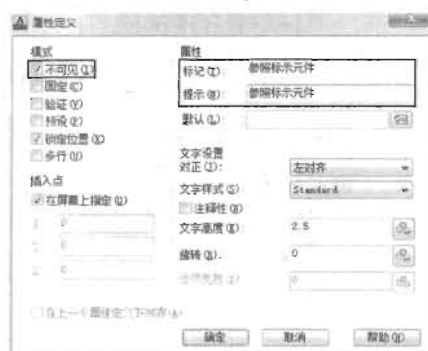

图 8-22
(2) 执行“绘图>块>定义属性”菜单命令，系统会弹出“属性定义”对话框，具体设置如图 8-22 所示。